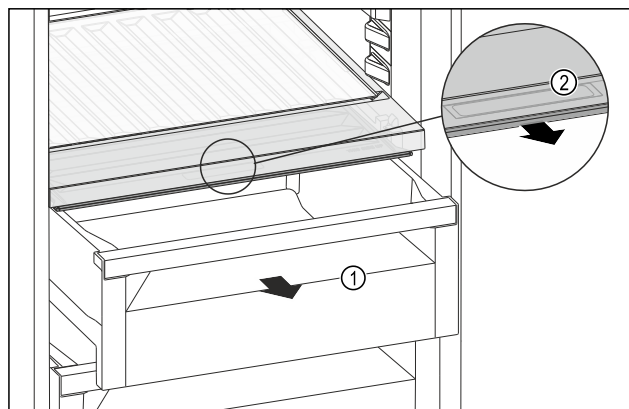

Fig. 116
- ▶ Húzza ki a fiókot Fig. 116 (1).
- ▶ Fogja meg a süllyesztett fogantyút Fig. 116 (2) a rekeszfedélen, és ezzel egy időben húzza előre felé a rekeszfedélet.